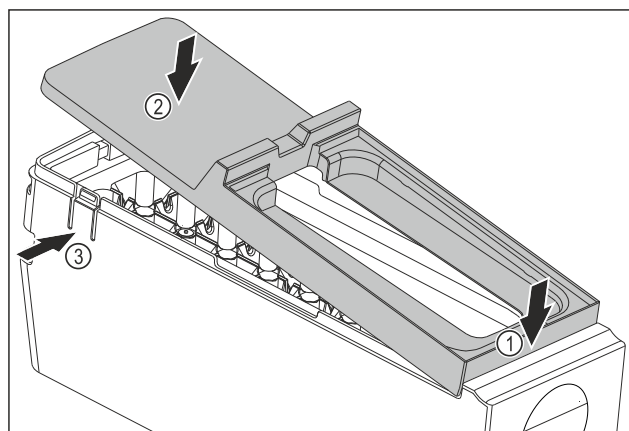

Fig. 139
- ▶ Montering af EasyTwist-Ice-legemets afdækning: Påsæt afdækningen foran. Fig. 139 (1)
- ▶ Sænk afdækningen bagtil. Fig. 139 (2)
- ▷ Afdækningen går hørbart i indgreb i begge lasker Fig. 139 (3).